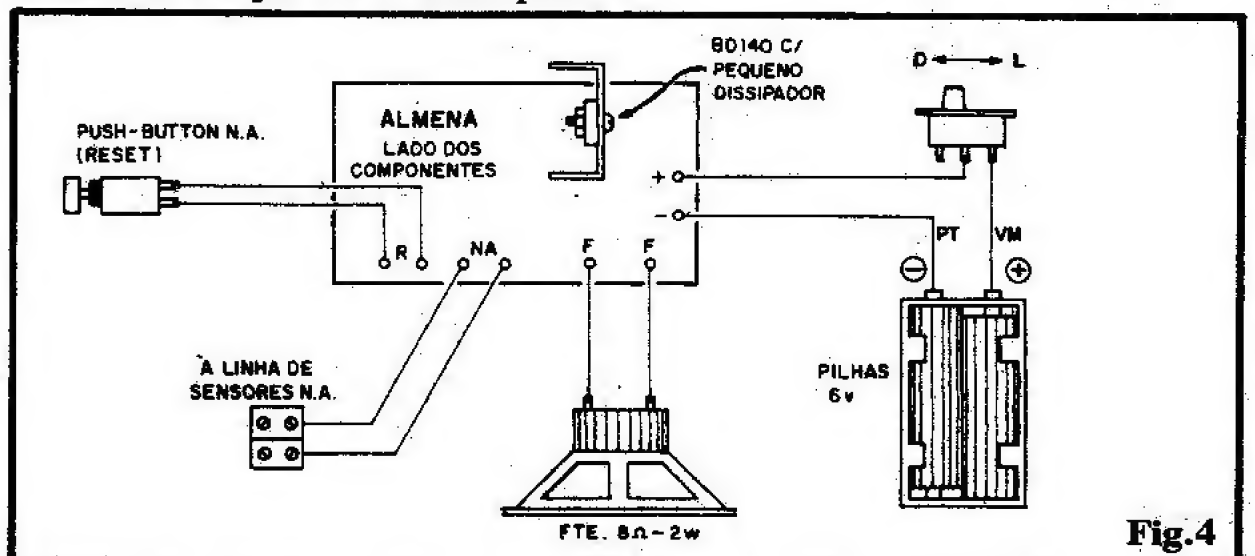

Fig.4
- FIG. 4 - CONEXÕES EXTERNAS À PLACA - Com a placa ainda vista pela face não cobreada (dos componentes), a ênfase agora é nas conexões periféricas. Observem bem as ligações do push-button (reset), alto-falante, linha de sensoramento (ao par de conectores tipo "Sindal"...), pilhas (atenção à polaridade) e interruptor geral. Notem, também, a indicação da instalação do pequeno dissipador junto ao transistor de média Potência (BD140). Lembrem-se de que é importante um firme contato entre a superfície do dito dissipador e a lâmina metálica que reveste um dos lados do tal transistor, de modo que o calor gerado possa ser eficientemente "irradiado" para o ambiente, obtendo-se assim o conveniente "resfriamento" do componente, principalmente se submetido a funcionamento prolongado... Salvo as conexões de alimentação (sempre fio vermelho para o positivo e fio preto para o negativo...), nenhuma das conexões externas é polarizada, simplificando as "coisas" e a interpretação, no momento da instalação final...
lelo fino, levado até onde se queira (ligado ao circuito via contatos marcados com N.A. - ver fig. 4...), numa distância de até 50 metros (nesse parâmetro testamos nosso protótipo, mas é provável que distâncias de até 100 metros ainda proporcionem acionamento seguro - experimentem...). Com tal disposição simples, em qualquer "lugar" da linha pode ser instalado (ou removido, por qualquer razão...) um módulo N.A., desde simples interruptores de pressão, até artifícios mais elaborados, conforme sugerimos na próxima figura. Nessa configuração, qualquer dos inúmeros sensores N.A. incorporados à linha, que seja momentaneamente fechado (ainda que por brevíssimo instante...) disparará o alarme (e proporcionará a "retenção" da memória interna do ALMENA...).